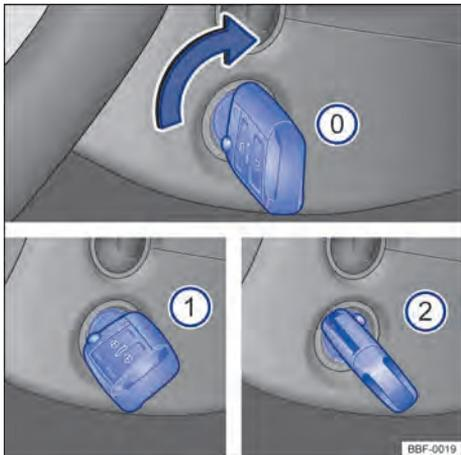

Fig. 91 Al lado del volante de la dirección, a la derecha: posiciones de la llave del vehículo en la cerradura de encendido.
Posiciones de la llave del vehículo → **fig. 91**
- ① Encendido desconectado. La llave del vehículo puede ser retirada.
- ② Encendido conectado.
- ③ Pise el pedal del freno (*vehículos con transmisión automática*), o el pedal del embrague (*vehículos con transmisión manual*) y encienda el motor. Cuando el motor arranque, suelte la llave del encendido. Al soltar, la llave del vehículo vuelve a la posición → **fig. 91** ①.
- Vehículos con cerradura de encendido: girar la llave del vehículo a la posición → fig. 91 . El encendido está conectado.
- *Vehículos con cerradura de encendido*: gire la llave del vehículo en la tamber de ignición hacia la posición → fig. 91 ② – no acelerar. Cuando el motor comience a funcionar, soltar la llave del vehículo en la cerradura de encendido.
- *Vehículos con cerradura de encendido*: girar la llave del vehículo en la cerradura de encendido a la posición → fig. 91 ①.